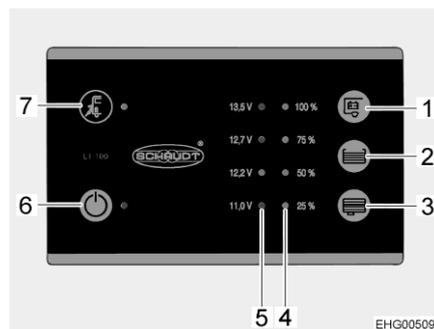

Fig. 73 Pannello di controllo (LT 100)
Il LED giallo accanto al simbolo del collegamento a rete "⚡" (Fig. 73,7) si accende, quando il veicolo è collegato a un'alimentazione di rete esterna. Il LED si accende anche se il pannello di controllo è spento.
L'interruttore principale a 12 V (Fig. 73,6) inserisce o disinserisce il pannello di controllo e l'alimentazione a 12 V dell'abitacolo.
- Premere l'interruttore "⏻" (Fig. 73,6): L'alimentazione a 12 V dell'abitacolo è inserita. Il LED diventa verde.
- Premere di nuovo l'interruttore "⏻" (Fig. 73,6): L'alimentazione a 12 V dell'abitacolo è disinserita. Il LED si spegne.
La scala LED (Fig. 73,5) indica la tensione della batteria dell'abitacolo nel modo seguente:
- Premere il tasto "E3" (Fig. 73,1): Viene indicata la tensione della batteria dell'abitacolo.
La scala LED (Fig. 73,4) indica il livello del serbatoio dell'acqua potabile o del serbatoio delle acque grigie.
Premere il tasto "☰" (Fig. 73,2): Il livello di riempimento del serbatoio dell'acqua potabile è indicato dai LED accesi.
Premere il tasto "☷" (Fig. 73,3): Il livello di riempimento del serbatoio delle acque grigie è indicato dai LED accesi.